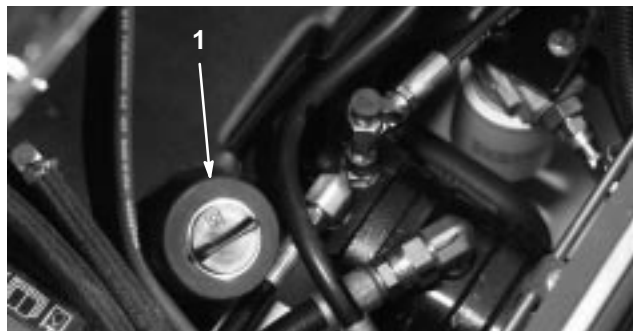

Bild 54
3. Füllen Sie den hydraulischen Behälter (Bild 54) mit ca. 30 l Hydrauliköl; siehe „Prüfen des Hydrauliköls“ auf Seite 19).